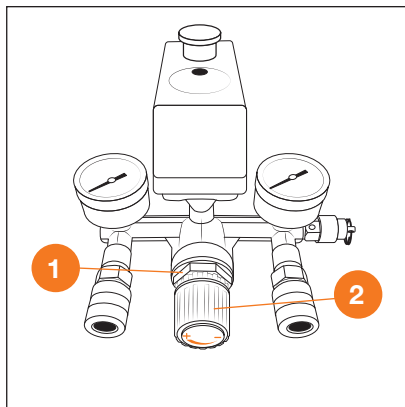

Рис. 10
- Выходное давление моделей компрессоров **DAC 240S / DAC 250SS** изменяется при помощи регулирующего клапана. Ослабьте стопорную гайку **1** и поверните ручку регулировочного клапана **2** по часовой стрелке (в направлении маркировки «+») для увеличения давления и против часовой стрелки (в направлении «-») — для уменьшения (Рис. 10).